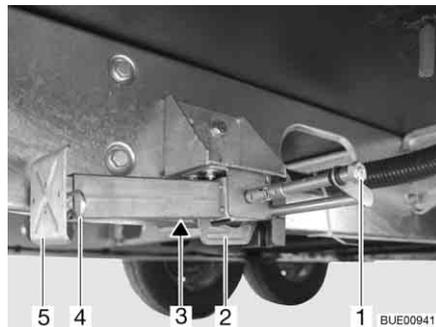

Bild 24 Hubstütze
- Am Sechskant (Bild 24,1) den Steckschlüssel aufstecken und drehen, bis die Hubstütze senkrecht nach unten steht.
- Wenn die Länge der Hubstütze verstellbar ist, den Splint (Bild 24,4) aus der Stützfußverlängerung (Bild 24,5) herausziehen.
- Am Sechskant (Bild 24,1) den Steckschlüssel aufstecken und drehen, bis die Hubstütze wieder vom Boden frei ist.
- Stützfußverlängerung (Bild 24,5) ganz einschieben und Splint (Bild 24,4) in die vorgesehene Bohrung an der Stützfußverlängerung stecken.
- Am Sechskant (Bild 24,1) drehen, bis die Hubstütze nach oben geschwenkt ist und die Führung (Bild 24,2) ganz am Ende des Schlitzes (Bild 24,3) ansteht.